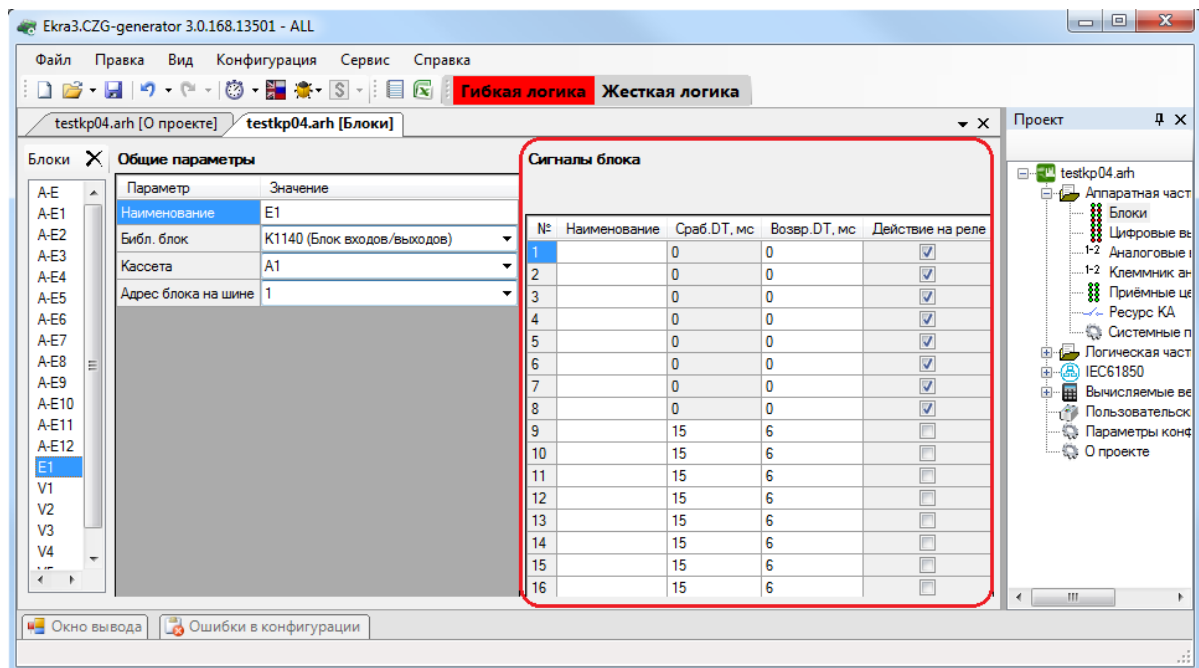

Рисунок 3.11
3.4.1.3.1 Блок входов/выходов (Комбинированный блок) (см. рисунок 3.11)